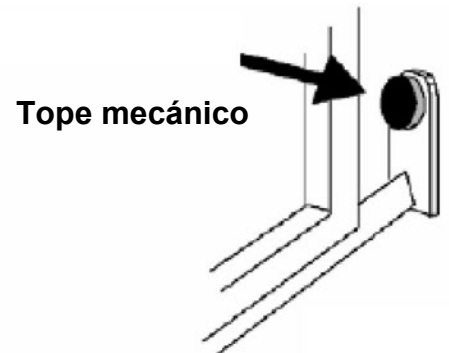
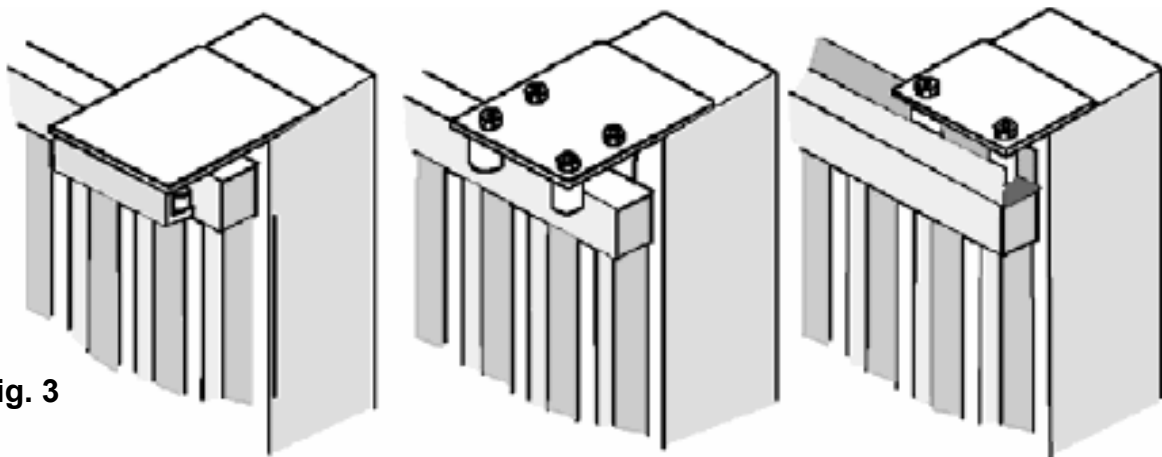

Fig. 2
Fig. 3
- Antes de proceder al montaje del automatismo controlar el buen funcionamiento de la cancela. Asimismo es conveniente verificar que la guía de desplazamiento a tierra ( **Fig. 1** ) no presente malformaciones, que se encuentre perfectamente nivelada y que el tope mecánico en apertura esté presente ( **Fig. 2** ), para evitar que la cancela salga de las guías superiores ( **Fig. 3** ).
- Verificar que la guía de desplazamiento superior ( **Fig. 3** ) esté fijada firmemente y que la cancela se desplace libremente.
Fijar firmemente la cremallera en la cancela, dejando una distancia de 2 a 3 mm. desde el piñón del motor **(Fig.3)**.
Los finales de carrera pueden ser instalados en la columna o en la posición deseada según las necesidades. Los finales de carrera pueden ser magnéticos o electromecánicos **(suministrados separadamente del motor)** **(Fig. 3)**